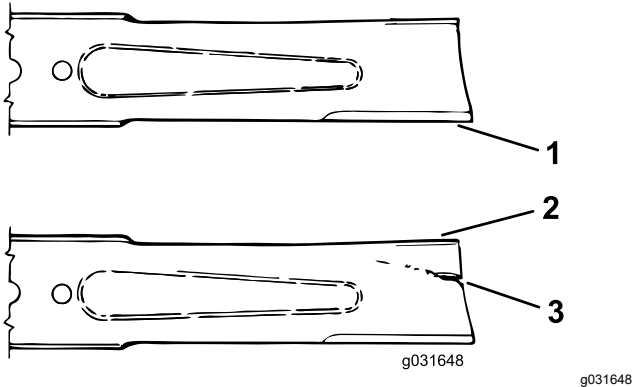

图 74
3. 仔细检查刀片的剪草端特别是刀片平面和曲面交接的部分 (图 74)。